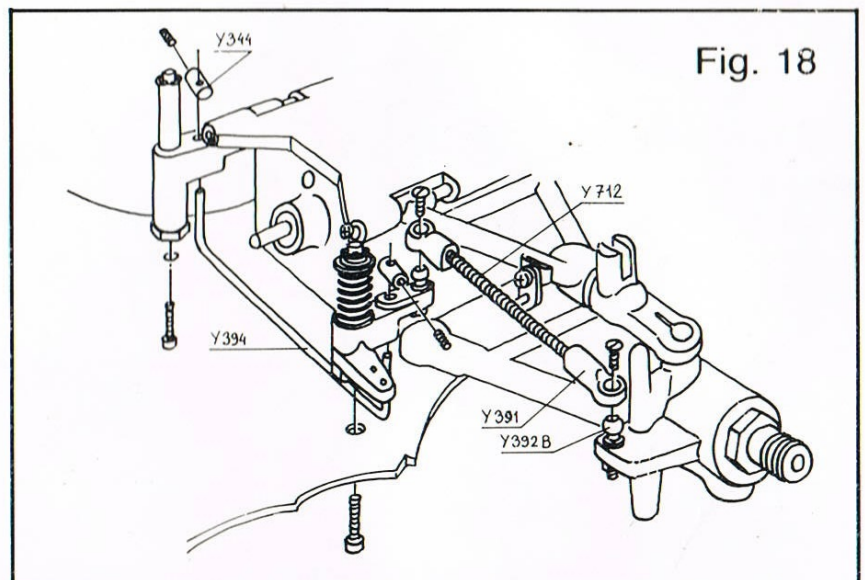

Fig. 18
- Relier le sauve-servo et le renvoi d'angle avec la barre de liaison Y 394 (Fig. 18).
- Visser les serre-tringles Y 344. Monter les chapes Y 391 sur les tiges filetées Y 712 et enclipser l'ensemble sur les rotules Y 392 B. (Fig. 18).